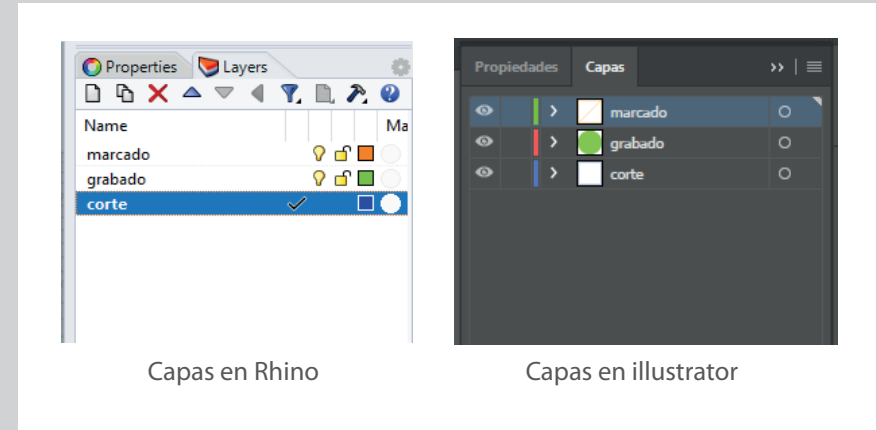

Fig. 3 Arreglo en capas
H. Separar las **curvas en capas** según el tipo de corte. Especificar en el nombre de la capa el tipo de corte y usar diferentes colores para cada una. (amarillo, rojo y rosa NO USAR) (fig. 3).